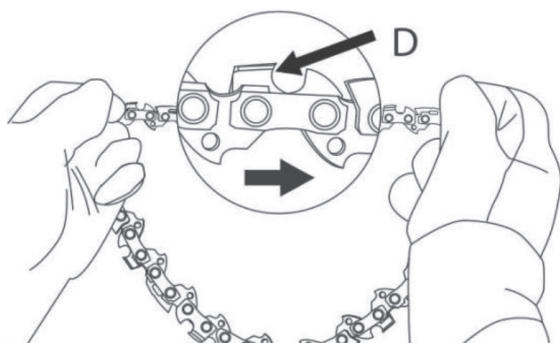

Рис. 6
3. Расправьте цепь в окружность, направив режущие кромки режущих зубьев (D) по ходу движения цепи (рис. 6) в направлении ведомой звездочки с верхней части шины.